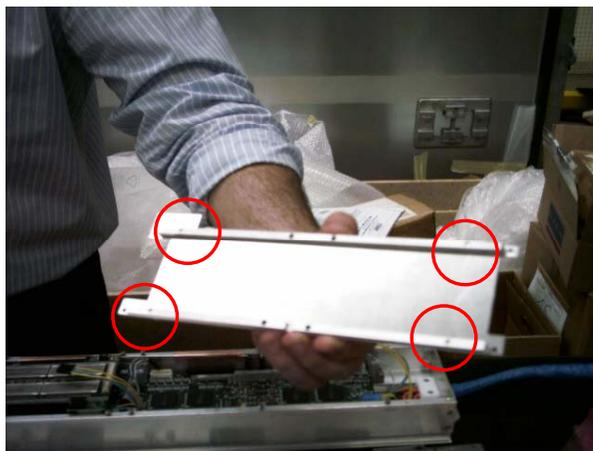

Figura 1: preparazione coperchi di dissipazione delle TRB
- Avvitare gli spacers dalla parte dei coperchi che sara' a contatto con le TRB, usando viti di tipo M3x6 nei quattro fori esterni (vedi cerchio rosso in Figura 1). La vite va inserita dalla parte del coperchio.